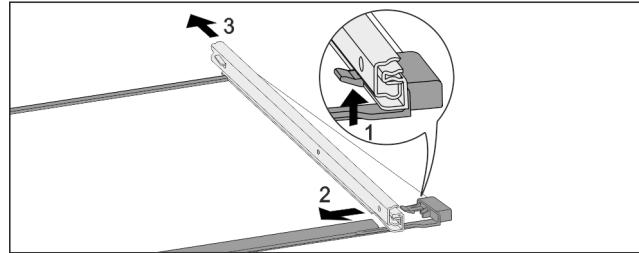

Fig. 179 Glasplatte mit Schienen
- Vorderen Rasthaken nach oben drücken. Fig. 179 (1)
- Auszugsschiene zur Seite Fig. 179 (2) und nach hinten Fig. 179 (3) wegschieben.